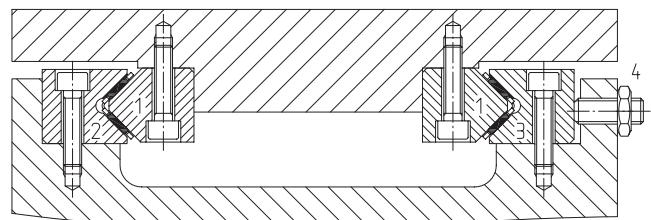
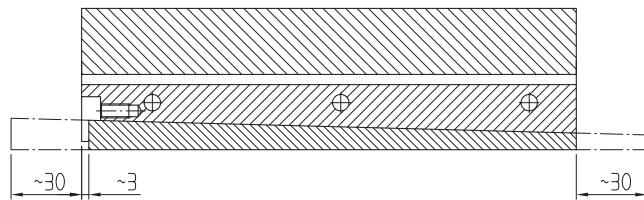

Bild 27. Vorspannung.
Bild 29. Einschieben und Kürzen des Zustellkeils
Zustellschiene (3) mit Druckschrauben (4) (Bild 27) (bei ML-Schienen mit Keil) (Bild 29 bis 31 vorspannen).
Wird die Vorspannkraft über Führungsschienen mit Zustellkeil Typ ML eingestellt, so ist wie folgt vorzugehen: Zustellkeil unter die ML-Schiene schieben und Führung spielfrei einstellen (Bild 29). Den ungehärteten Keil auf der Zustellseite der Schiene so kürzen, dass er ca. 3 mm gegenüber der Stirnseite der Schiene zurücksteht (Bild 29). Auf der gegenüberliegenden Seite den Keil bündig mit dem Schienenende kürzen.